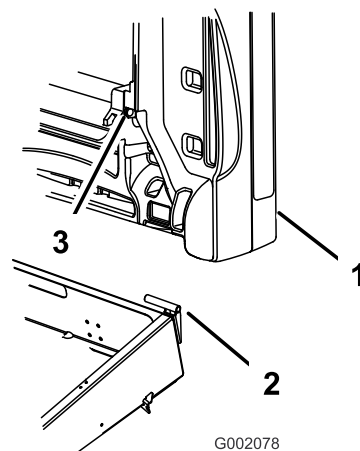

Figura 12
3. Desloque o orifício de montagem da caixa de carga para o apoio da articulação (Figura 12).